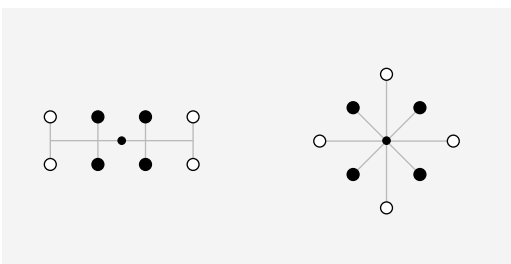

Abbildung 4: Nicht ausbalanciertes Angusssystem:
- ▶ Ansonsten werden die Kavitäten, die sich näher am Angusskegel befinden überspritzt und die weiter entfernten nicht vollständig gefüllt (vgl. Abbildung 4).